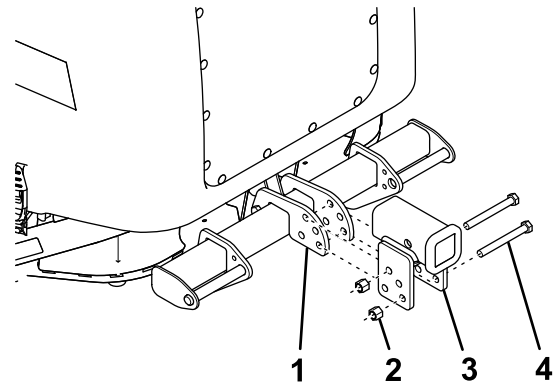

图9
- 用 2 个螺栓（1/2 x 4 1/2 英寸）和锁紧螺母将挂钩接收器固定至车辆后面（图9）。